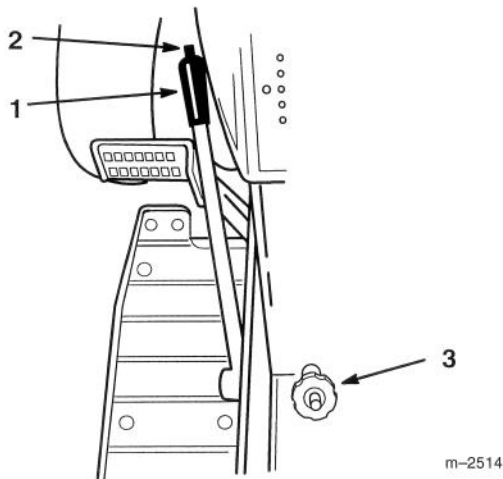

Abbildung 11
Der Absenkhebel (Abb. 11) wird verwendet, um verschiedene Zusatzvorrichtungen abzusenken und anzuheben.
Das Absenkhöhenrad (Abb. 11) wird verwendet, um die Abwärtsbewegung der Zusatzvorrichtung zu begrenzen. Das Rad wird gedreht, um die Anschlagposition nach oben oder unten zu verändern.
1. Den Absenkhebel hochziehen: Siehe "Anheben von Zusatzvorrichtungen". In hochgezogener Position kann das Absenkhöhenrad (Abb. 11) gedreht werden, um die Anschlagposition zu verändern. Zum Anheben der Höhenposition der Zusatzvorrichtung nach rechts und zum Absenken nach links drehen.
2. Die Absenkhöhenanzeige (Abb. 11) zeigt die Änderung der Hubhöhe der Zusatzvorrichtung, während die Einstellung vorgenommen wird.